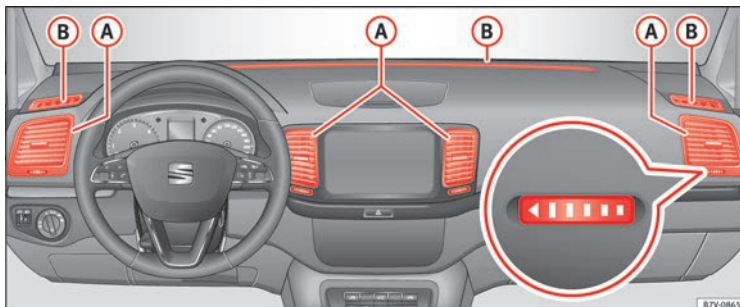

Bild 196 Ventilationsmunstycken på instrumentbrädan
» **bild 196** (A) helt för att garantera värme, luftkonditionering och ventilation i bilen.